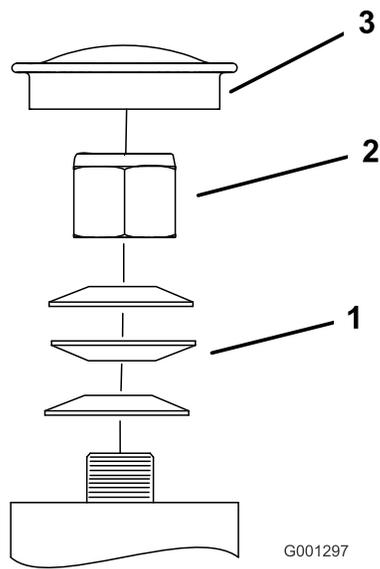

Figura 64
3. Retire el tapón guardapolvo de la rueda giratoria y apriete la contratuerca (Figura 64).
4. Apriete la contratuerca hasta que las arandelas de muelle estén planas, luego afloje $\frac{1}{4}$ de vuelta para establecer la pre-carga correcta de los cojinetes (Figura 64).
Importante: Asegúrese de que las arandelas de muelle están correctamente instaladas, según se muestra en Figura 64.
5. Coloque el tapón anti-polvo (Figura 64).